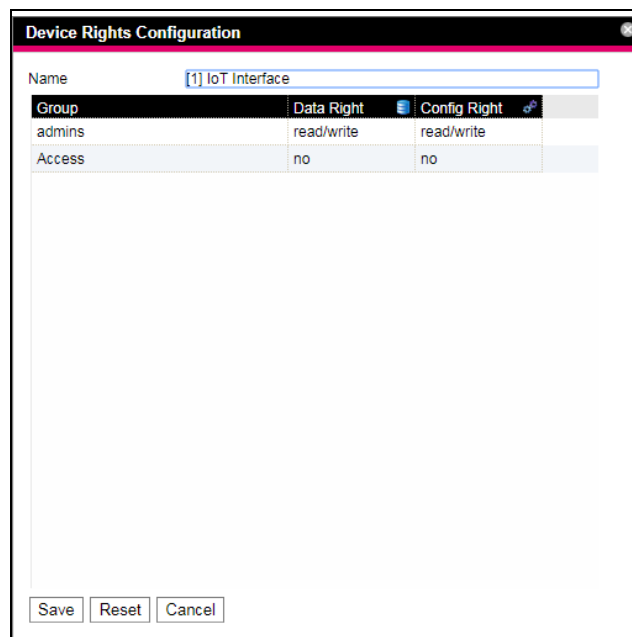

Рис. 32: Диалоговое окно "Device Rights Configuration"
- Появится диалоговое окно "Device Rights Configuration" (рис. 32).
Соответствующие символы отображаются как в том случае, когда в области навигации выбирается датчик на вкладке **Configuration** и разворачивается вплоть до последнего уровня, а также в диалоговом окне "Device Rights Configuration" (рис. 32, поз. 1). Символы показывают отношение к типам данных "Data" и "Config".